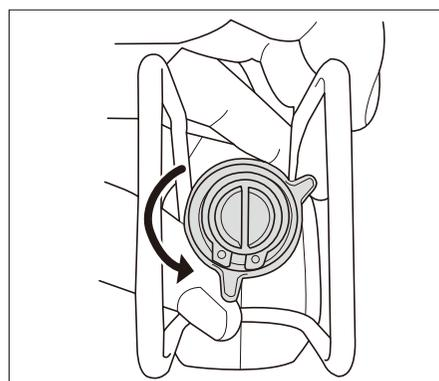

図2
- ブレードホルダーを図2の位置まで動かすとロックが解除されます。この状態のまま図3の方向にブレードを奥までしっかり差し込んでください。差し込みましたら、ホルダーから手を離せばホルダーは元に戻りロックされます。取付けが終わりましたら、ブレードが抜けないうちに確認してください。
- ブレードの取り外しも取付け同様ブレードホルダーを図2位置まで動かしてロックを解除させて引き抜きます。